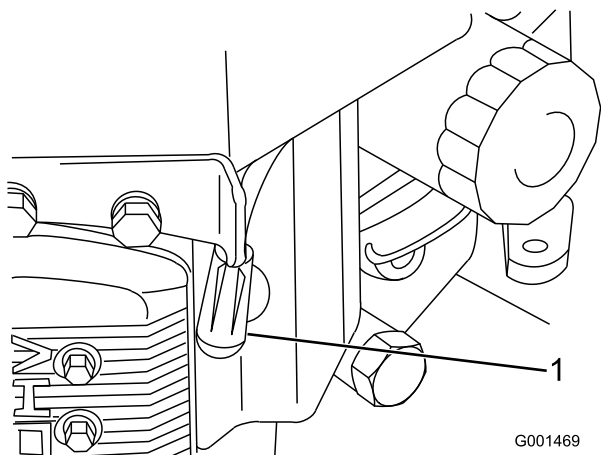

Figura 28
3. Scollegate i cappellotti dalle candele (Figura 28).